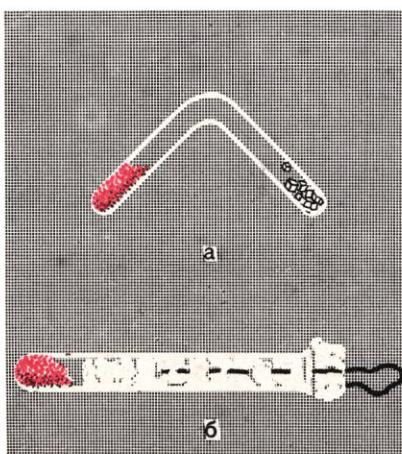

Рис. 18. Превращение красного фосфора в белый.
- ? 1. Опишите физические свойства белого и красного фосфора. В левом колене сосуда (рис. 18, а), из которого выкачен воздух, сильно нагревается красный фосфор, а правое колено охлаждается. Что накапливается в нем?
- 5. Составьте электронные уравнения реакций, происходящих при зажигании спички. Запах какого газа при этом ощущается? Если соскести со спичечной коробки фосфорную намазку вместе с бумагой, поместить, уплотнить ее, в пробирку, поглубже вдвинуть ватный тампон, предварительно продев через него нитку, и сильно нагреть фосфорную намазку (рис. 18, б), затем в темноте быстро выдернуть за нитку ватный тампон из трубки, то наблюдается интересное явление. Объясните его.